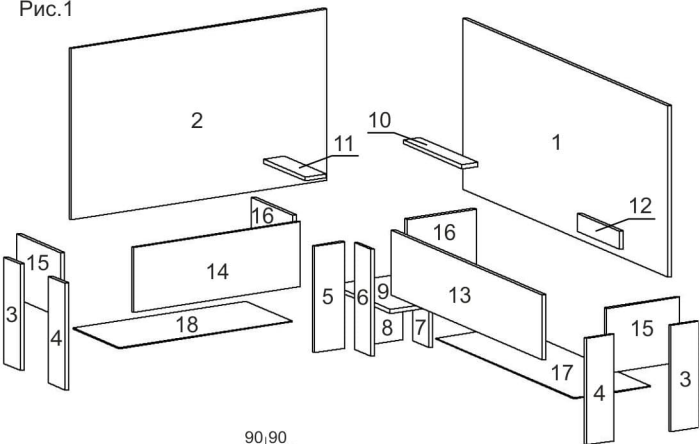

Рис.2
13. Теперь закрепим мягкие спинки (22) и (23) на спинках 1 и 2. Рекомендуемое производителем расстояние между спинками показано на Рис.2. Мягкие спинки крепятся с помощью саморезов 4 x 30 (7ф) через отверстия в спинках (1) и (2).
15. Вставляем в угол - мягкую угловую сидушку (21) (сидушка не крепится!). Закрываем головки евровинтов заглушками (2ф). Угол собран.